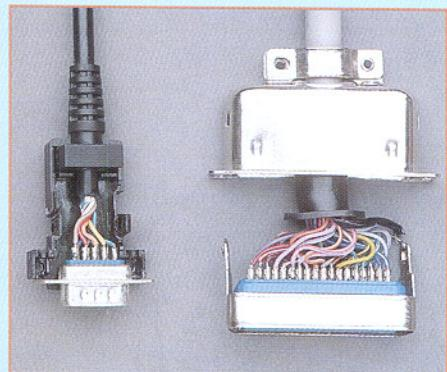

Bild 17: Fertig verlöste Muster eines Sub-D- und eines Centronics-Steckverbinder.
2. Abisolieren des Kabelmantels entsprechend der Steckerarmatur in einer Länge, daß alle Adern mit genügend Längenreserve an die Steckerkontakte gelangen können (siehe Beispiele in Abbildung 17).